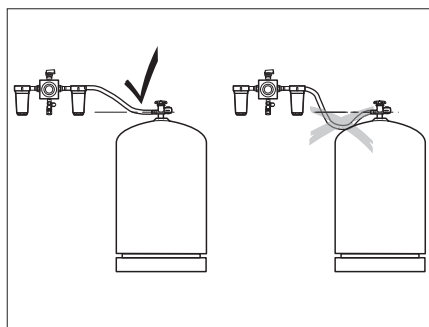

Bild 235 Dragning av högtrycksslangarna
- ▷ Vid dragning av högtrycksslangarna är det viktigt att de ständigt stiger (Bild 235).